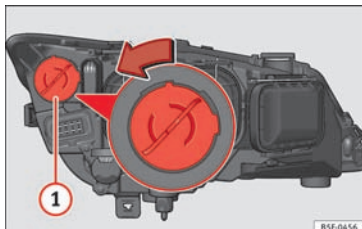

Fig. 105 Lygte til dagskørelys
- Drej pæreholderen » **Fig. 105 ①** mod venstre, og træk i den.